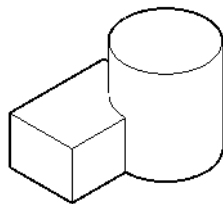

图 14-49 使用“隐藏”视觉样式
- 4 在功能区中切换至“可视化”选项卡, 从“视觉样式”面板的“视觉样式”下拉列表框中选择“隐藏”选项, 则实体模型效果如图 14-49 所示。